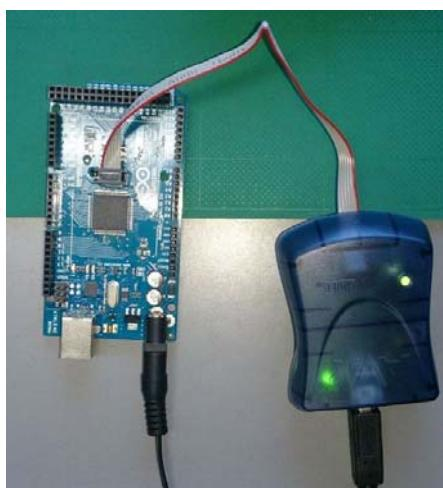

Fig.1
- AVRISPmkII のケーブルを ArduinoMEGA のリセットボタン横の 6 ピンにつなぐ。(fig1)